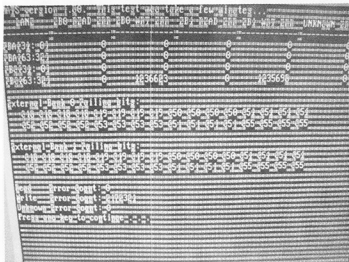

图 5-99 测试结果看不清
(2) 运行 MATS 测试, 结果显示有报错, 但看得不太清, 如图 5-99 所示。